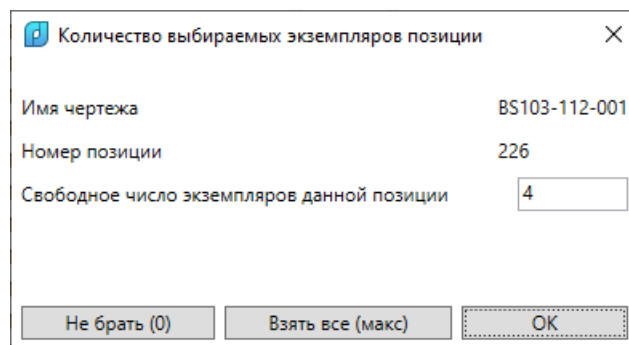

Рис. 14. Окно **Количество выбираемых экземпляров позиции**
Отбор деталей в создаваемую ГСР ведется с помощью трех верхних кнопок центрального столбца (описаны выше). Если кратность детали больше 1, то пользователю предоставляется возможность указать, какое число экземпляров данной позиции следует перенести направо (если кратность равна 1, то дополнительный запрос не выводится). При выборе строки в левой части и нажатии кнопки  выводится окно **Количество выбираемых экземпляров позиции** (рис. 14):
Нажатие кнопки **ОК** задает выбор позиции с тем числом экземпляров позиции, которое ввел пользователь (например, 3). Значение 0 означает отказ от переноса данной позиции. Кроме того, предусмотрены еще две кнопки, действие которых не зависит от того, что введено в поле **Свободное число экземпляров данной позиции**: **Взять все (макс)** и **Не брать (0)**. Все три кнопки закрывают диалоговое окно (см. рис. 14) с соответствующим действием.